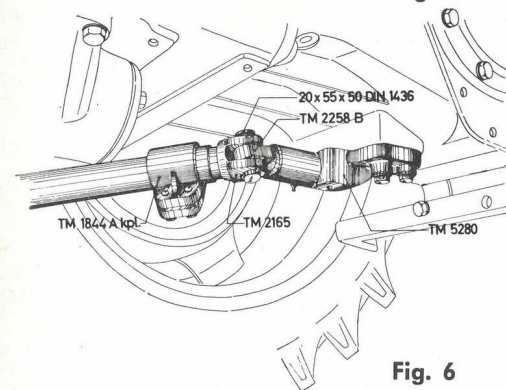

Fig. 6
5. Assembler la fourchette articulée TM 2175 se trouvant à la trompette AR au support de fixation arrière TM 5280 par l'axe 20×55×50 DIN 1436 que l'on assurera au moyen d'une goupille (Fig. 6).